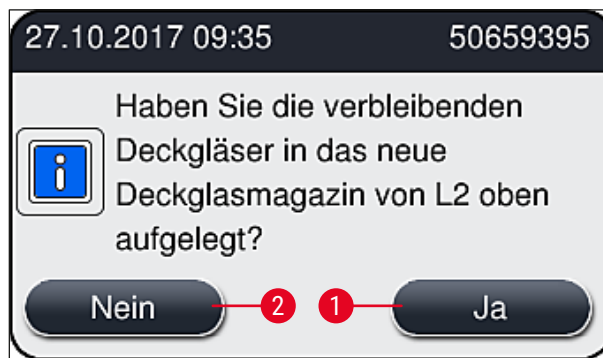

Abb. 63
8. Nach dem Schließen der Haube wird der Benutzer gefragt, ob verbliebene Deckgläser in das neue Deckglasmagazin eingelegt wurden (→ Abb. 63). Ist dies der Fall, die Meldung mit **Ja** (→ Abb. 63-1) bestätigen. Wurden keine Deckgläser eingelegt, die Meldung mit **Nein** (→ Abb. 63-2) bestätigen.